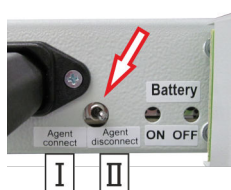

Fig. 75: Interruttore di bloccaggio
- Prima di eseguire lavori di manutenzione bloccare tutti i sistemi interconnessi in rete dall'interruttore di bloccaggio (Fig. 75/freccia) (commutare l'interruttore di bloccaggio su "Agent disconnect [bloccato]" (Fig. 75/ II ).